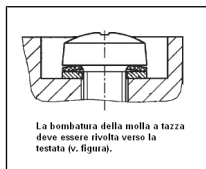

Fig.12: Allineamento della molla a tazza
- i** Per la posizione e l'allineamento delle molle a tazza e della rondella della vite, vedere Fig. 12.